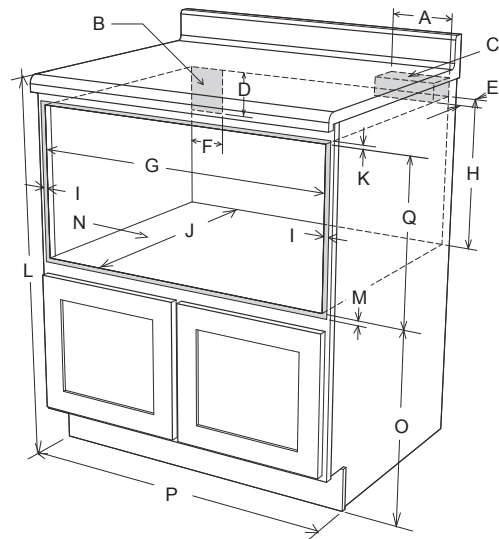
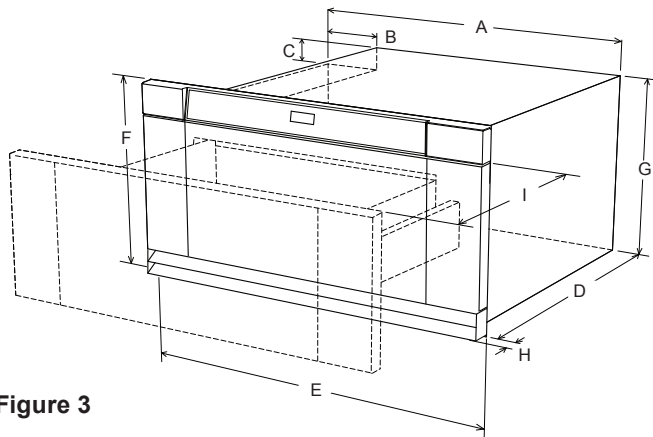

Figure 2
Figure 3
Pour des RAISONS DE SÉCURITÉ, ne pas installer le tiroir dans une armoire combustible dont les dégagements et dimensions ne correspondent pas à ceux des pages 4 et 5. Voir **Figure 2** (pour le 24 po) ou **Figures 4 et 5** (pour le 30 po).
- Il faut utiliser les dimensions indiquées aux **Figures 2, 4 et 5**. Ces dimensions offrent un dégagement minimal. Repérer la prise électrique dans l'aire ombrée dans le coin gauche supérieur de la découpe. Voir **Figure 8**.
Les **Figures 3, 4 et 5** contiennent plusieurs mesures du four Microwave In-A-Drawer™ comme référence lors de la planification de l'emplacement du tiroir.
Pur réduire le risque de basculement du tiroir, le bloc anti-basculement doit être correctement installé 14 ¾ po au-dessus du plancher sur lequel le four Microwave In-A-Drawer™ sera posé. Le bloc anti-basculement de 6 po sera fourni par l'installateur. Voir Figures 2 et 6 pour le (24 po) ou Figures 3, 5, et 6 (pour le 30 po). Le bloc anti-basculement empêche de sérieuses blessures qui pourraient survenir du déversement de liquides chauds.